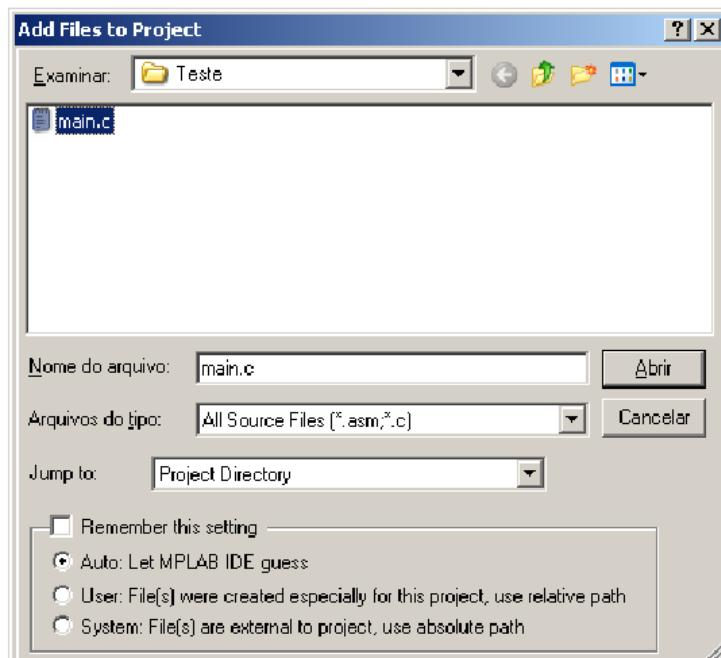

Figura 3.35 - Adicionando arquivos ao projeto.
- 11) Abrirá uma janela de busca. Localize seu arquivo (previamente copiado em seu computador, dentro do diretório do seu projeto) e, em seguida, clique em “abrir” (ver Figura 3.35).